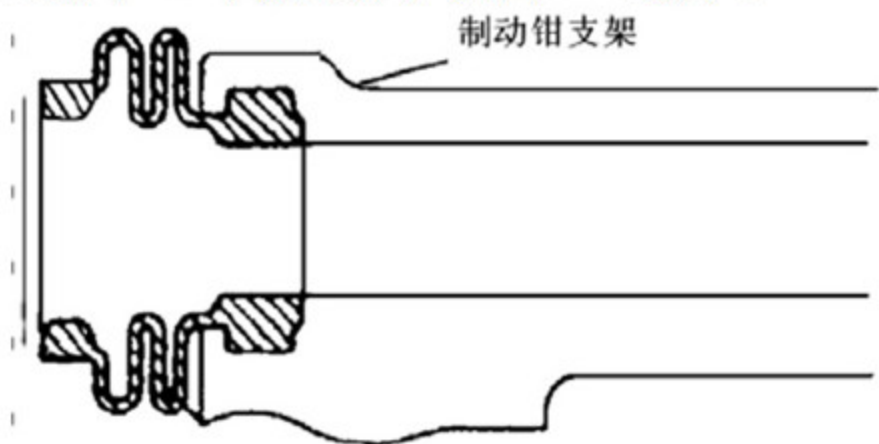

图 3—14
(1) 拆下 2 片带消音垫的摩擦片。
(2) 从每块片上拆下 1 号和 2 号消音垫片。
8) 拆卸前制动钳导向销防尘套。从前制动钳支架上拆下 2 个防尘套，如图3—14所示。
10) 拆下制动钳防尘套。用螺丝刀拆下固定环和防尘套，如图3—15所示。